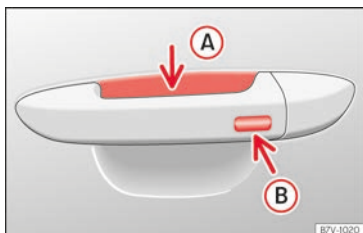

Abb. 49 Türgriff: Sensorflächen.
»» (Abb. 49)
- Berühren Sie die auf der Außenseite des Türgriffs befindliche Sensorfläche »» (Abb. 49) (B). Alle Blinker leuchten einmal auf.
- Berühren Sie innerhalb von 5 Sekunden einmal die auf der Außenseite des Türgriffs befindliche Sensorfläche »» (Abb. 49) (B). Ergreifen Sie dabei nicht den Türgriff. Das System Keyless Access ist jetzt vorübergehend deaktiviert.
Um mit der **Komfortfunktion** alle elektrischen Seitenfenster und das Glasdach zu schließen, lassen Sie einen Finger einige Sekunden auf der Sensorfläche für Verriegelung »» (Abb. 49) (B) am Türgriff, bis die Seitenfenster und das Dach geschlossen sind.